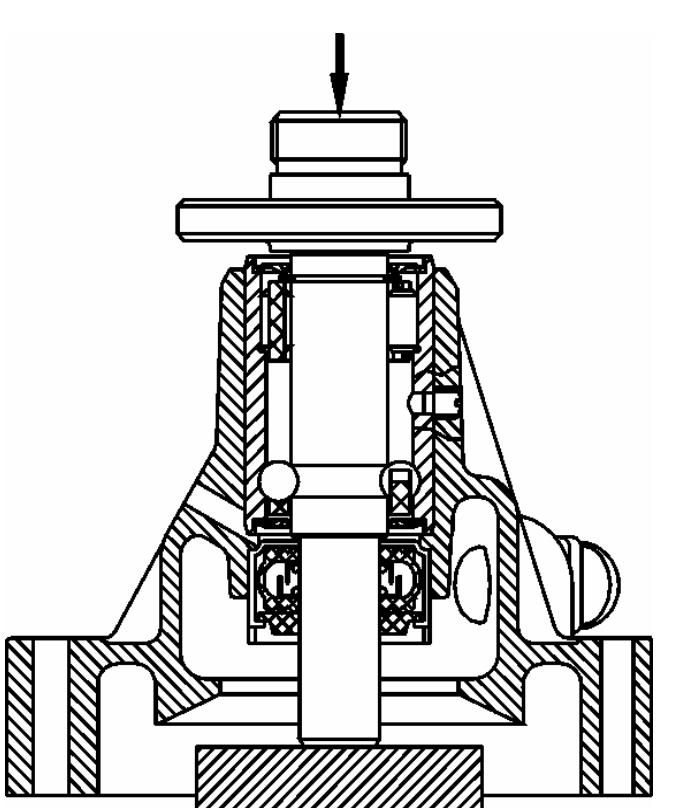

Рис. 4.23. Запрессовка ступицы на вал подшипника
- напрессовать на валик подшипника ступицу шкива насоса (рис.4.23) до упора в буртик на валике. Проверить размер (см. рис.2.31) от переднего торца фланца ступицы до заднего торца корпуса насоса. Он должен быть  $117,4 \pm 0,2$  мм. При необходимости допрессовать ступицу до получения указанного размера;